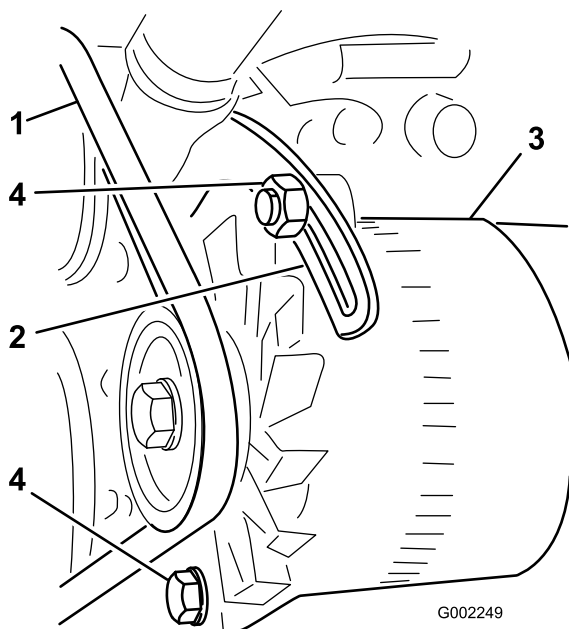

Figura 69
3. Allentate i bulloni che tengono fissata la ghiera al motore e il bullone che tiene fissato l'alternatore alla ghiera (Figura 69).